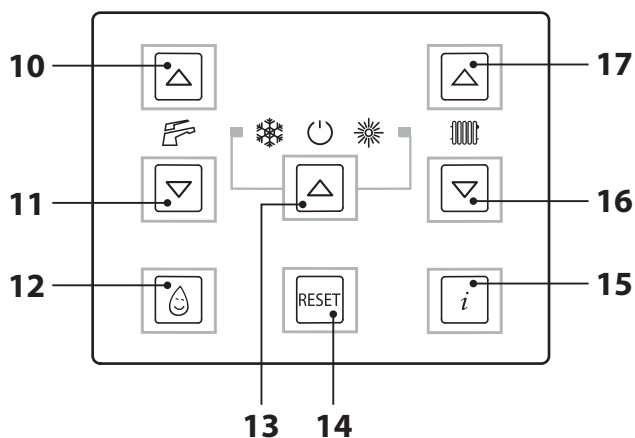
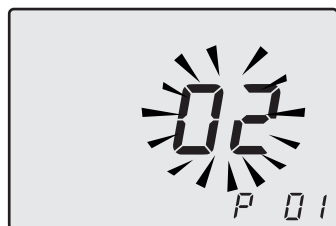

Рисунок 5.43
Рисунок 5.44
- Войти в "режим программирования", нажав одновременно и удерживая в течение 10 секунд кнопки 13-16-17 (Рисунок 5.43) до появления на ЖК дисплее кода **P01**, который сменяется значением параметра, указывая на вход в "параметр 01" (Рисунок 5.44).
- Чтобы подтвердить внесенное значение, нажать кнопку 13 (Рисунок 5.43).